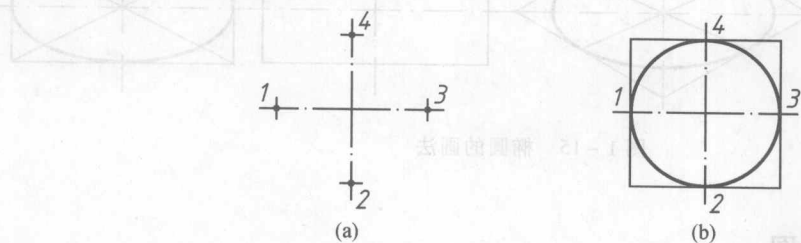

图 1-12 小圆的画法
① 圆的画法有几种,画小圆时,先画出中心线,然后用目测定出小圆直径的四个点;根据四点画正方形,在正方形里作内切圆(图 1-12)。